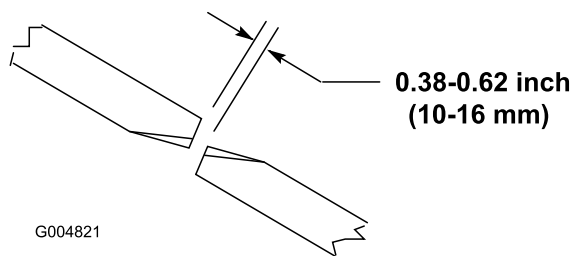

Figure 25
Pour que le plateau de coupe fonctionne correctement, les pointes des lames des plateaux latéraux et du plateau central doivent être espacées de 10 à 16 mm (Figure 25).
2. Tournez une lame centrale et une lame latérale adjacente pour aligner les pointes des lames. Mesurez la distance entre les pointes des lames ; elle doit être d'environ 10 à 16 mm (Figure 25).